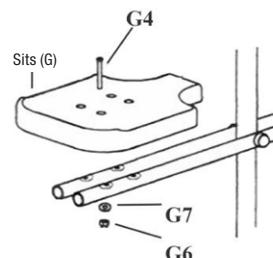

Fig 15
11. Montera de båda sitsarna (G) på tvillinggungan med 39 mm insexbult (G4), M6 brickor (G7) och M6 kupolmuttrar (G6). Dra åt alla muttrar. Se fig 15.